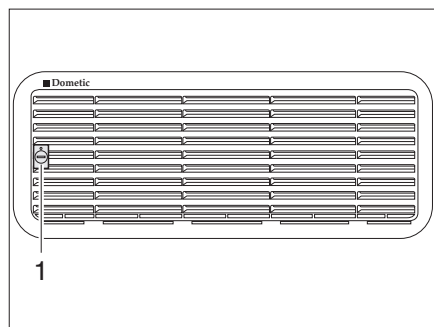
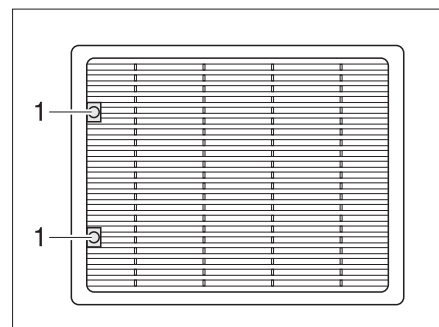

Bild 320 Kühlschrank-Lüftungsgitter (Dometic klein)
Bild 321 Kühlschrank-Lüftungsgitter (Dometic groß)
- Schraube (Bild 320,1 bzw. Bild 321,1) mit Hilfe einer Münze eine viertel Umdrehung drehen.